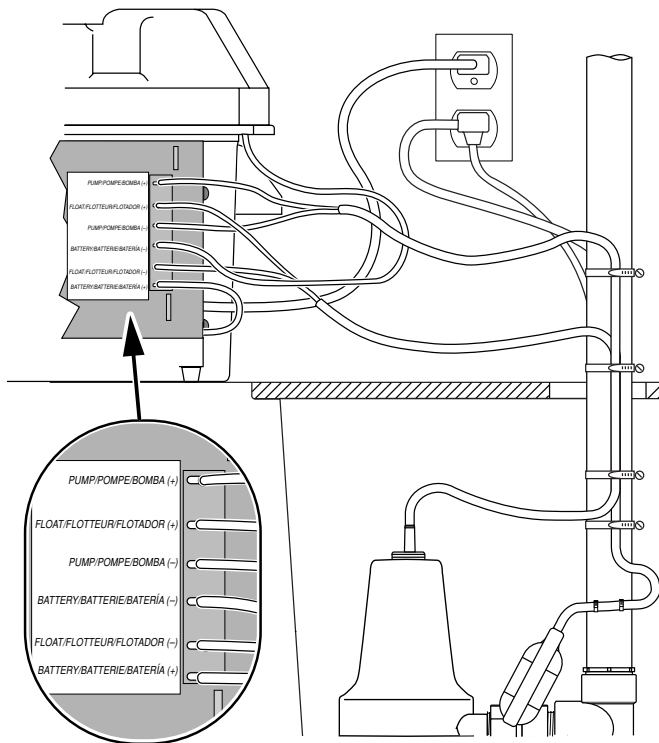

Figura 11 – Conexiones de los cables FP2800DCC
1. Conecte el cargador según se ilustra en la Tabla IV y en la Figura 11.